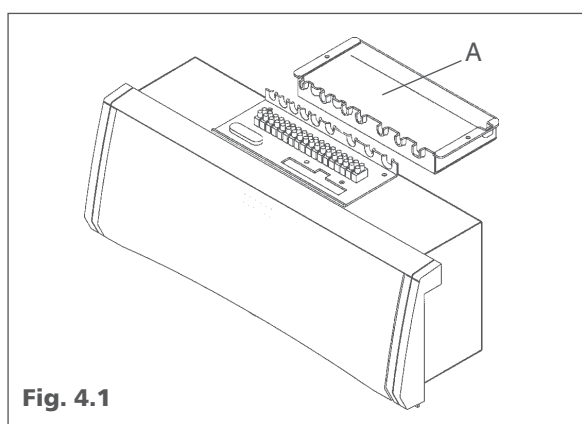

Fig. 4.1
Per accedere alla morsettiera togliere il coperchio di protezione (A) e svitare le due viti di fissaggio, come mostrato in fig. 4.1.